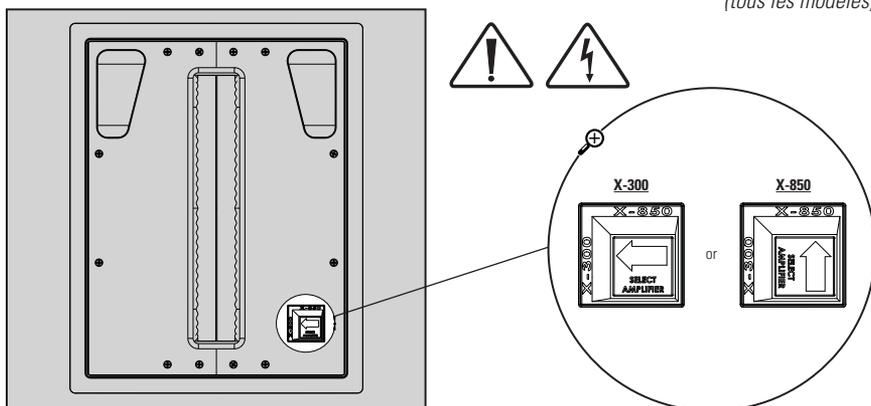

Fig. 8
**POUR ÉVITER D'ENDOMMAGER L'AMPLIFICATEUR OU LE CAISSON DE SOUS-GRAVES, L'INTERRUPTEUR D'AGENCEMENT DE L'IMPÉDANCE SITUÉ SUR L'ÉCRAN ACOUSTIQUE DU CAISSON DE SOUS-GRAVES DOIT ÊTRE POSITIONNÉ POUR UNE UTILISATION AVEC L'AMPLIFICATEUR DÉSIGNÉ (voir la Fig. 8).**
Pour éviter d'endommager l'amplificateur ou le caisson de sous-graves, l'**interrupteur d'agencement de l'impédance** situé sur l'écran acoustique du caisson de sous-graves doit être placé dans la bonne position (Fig. 8).